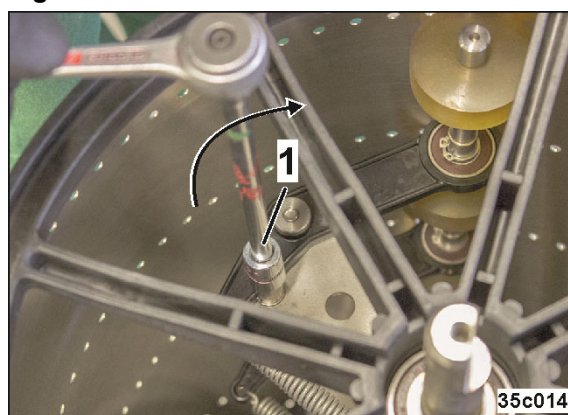

Fig. 285
2. Drej aflastningsbolt (Fig. 285/1) ca. en halv omdrejning videre